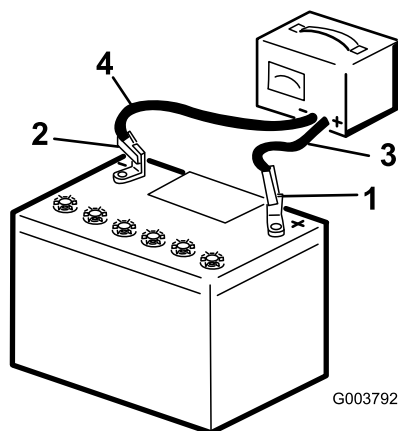

Bild 39
3. Laden Sie die Batterie 10 bis 15 Minuten lang mit 25 bis 30 A oder 30 Minuten lang mit 4 bis 6 A (Bild 39). Überladen Sie die Batterie nicht.
4. Wenn die Batterie voll geladen ist, ziehen Sie den Stecker des Ladegeräts aus der Dose. Klemmen Sie dann die Klemmen des Ladegeräts von den Batteriepolen ab (Bild 39).